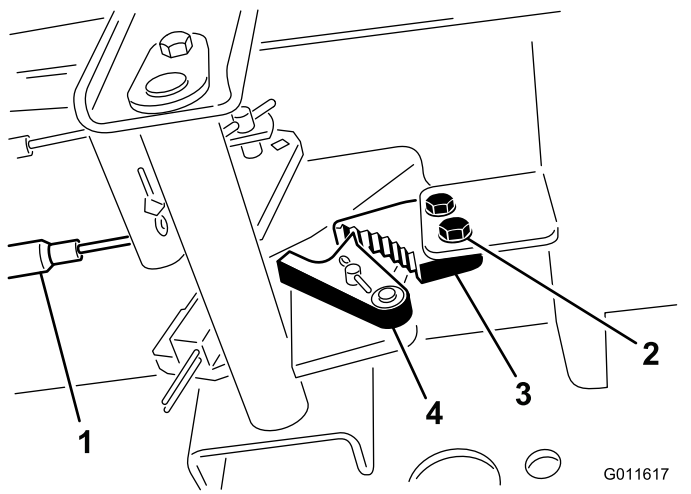

Figura 114
2. Afloje los 2 tornillos que fijan el trinquete del freno de estacionamiento al bastidor (Figura 114).
3. Pise el pedal del freno de estacionamiento hacia adelante hasta que la uña se engancha a fondo en el trinquete del freno (Figura 114).